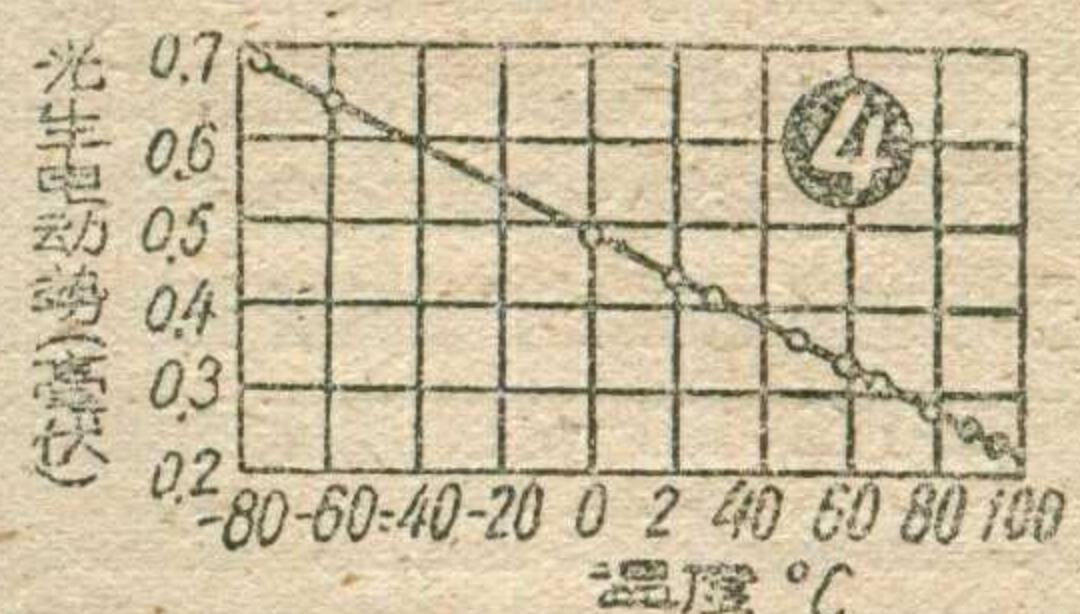

图4 光生电动势和环境温度之间的关系曲线
4. 光生电动势和环境温度之间的关系 光电池有很大的温度依赖性。在环境温度较低时，光生电动势较大，温度升高时，几乎直线下降，到100°C时，光生电动势只有0°C时的40%，见图4。